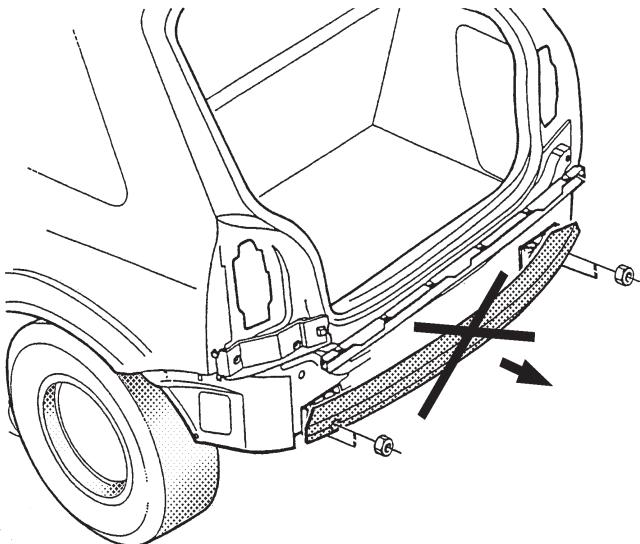

FIG.1
3. Auf der Unterseite der Stoßstange in der Mitte einen 50 mm breiten und 110 mm hohen Teil heraussägen. Das in Fig. 1 dargestellte Metallbefestigungsprofil entfernen. Das Profil wird nicht mehr angebracht.
3. Scier au milieu de la face inférieure du pare-chocs un morceau de 50 mm de large et 110 mm de haut. Déposer le profilé de fixation métallique indiqué à la fig.1. Ce profilé ne sera pas remis en place.
3. Såga ut en del på 50 mm bred och 110 mm hög ur mitten av kofångarens undersida. Avlägsna monteringsprofilen av metall som anges i fig.1. Profilen förfaller.
3. Sav midt på kofangerens underside et stykke ud på 50mm i bredden og 110mm i højden. Fjern den på fig. 1 viste montageprofil af metal. Profilen anvendes ikke mere.
3. Serrar del centro del lado inferior del parachoques una parte de 50mm de ancho y 110mm de alto. Retirar el perfil de fijación metálico indicado en la fig. 1. El perfil no se vuelve a poner.
3. Segare via dalla parte centrale inferiore del paraurti un pezzo largo 50 mm e profondo 110 mm. Rimuovere il profilo metallico di fissaggio indicato in fig. 1. Il profilo non dovrà essere rimontato.
3. Na spodniej stronie zderzaka pośrodku wyciąć element o szer.50mm i wys.110mm. Metalowy profil wzmacniający zdemontować (rys. 1). Profil ten nie będzie ponownie wykorzystywany.